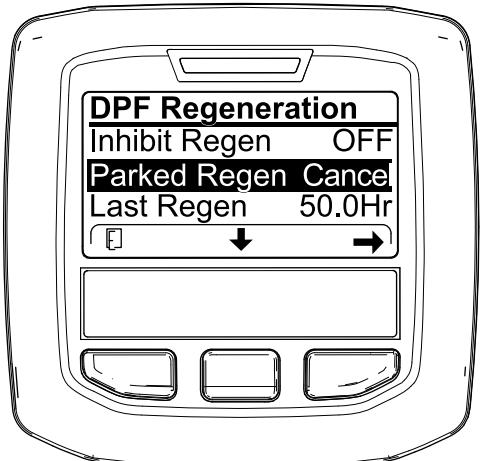

Рисунок 73
1. Перейдите к меню регенерации DPF (Рисунок 73).
2. Нажмите среднюю кнопку, чтобы перейти вниз к опции PARKED REGEN CANCEL (Отмена стационарной регенерации) (Рисунок 73) или к опции RECOVERY REGEN CANCEL (Отмена восстановительной регенерации) (Рисунок 74).
3. Нажмите правую кнопку для выбора опции Regen Cancel (Отмена регенерации) (Рисунок 73 или Рисунок 74).